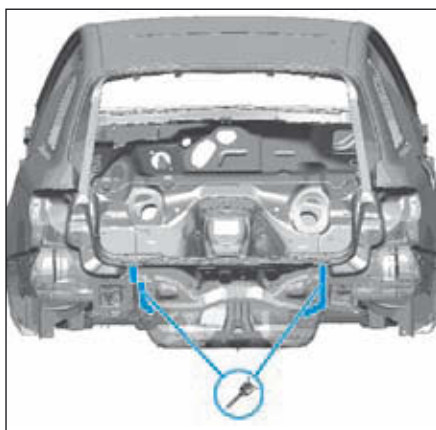

FIG.139
- Dépointer la traverse aux endroits indiqués (Fig.139).